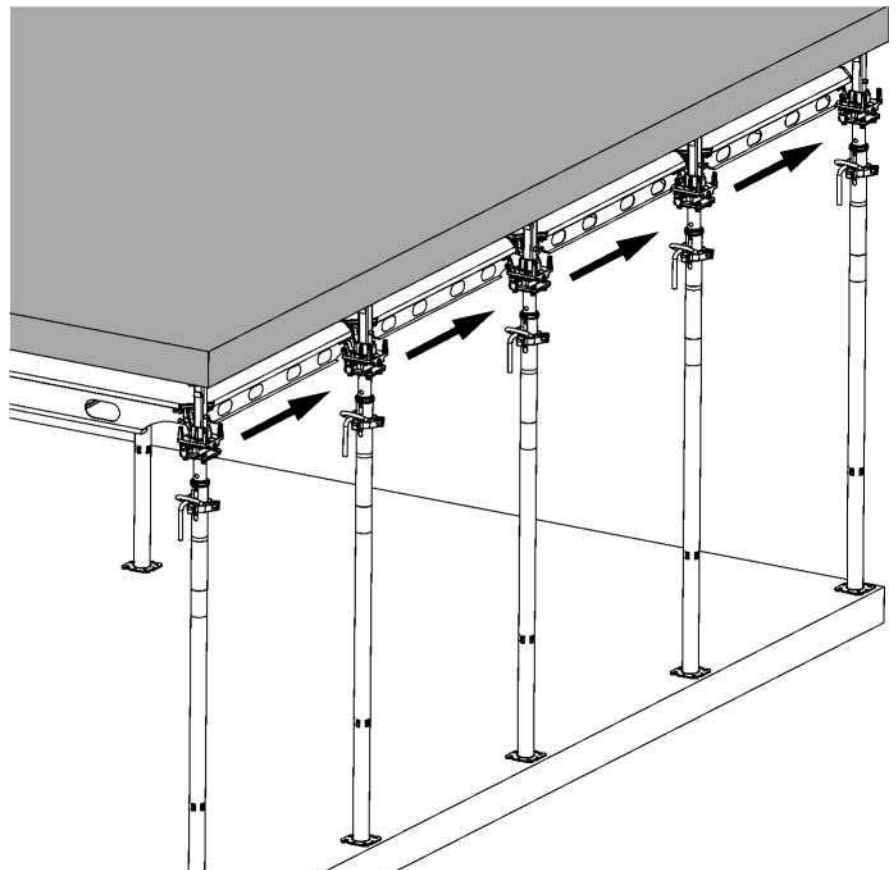

Fig. A10.13
2. Cunhar o próximo rebordo do Cabeçal num lado, fila por fila, como mostrado pela marca de seta. Faz com que os painéis descaiam 12 cm. (Fig. A10.13)